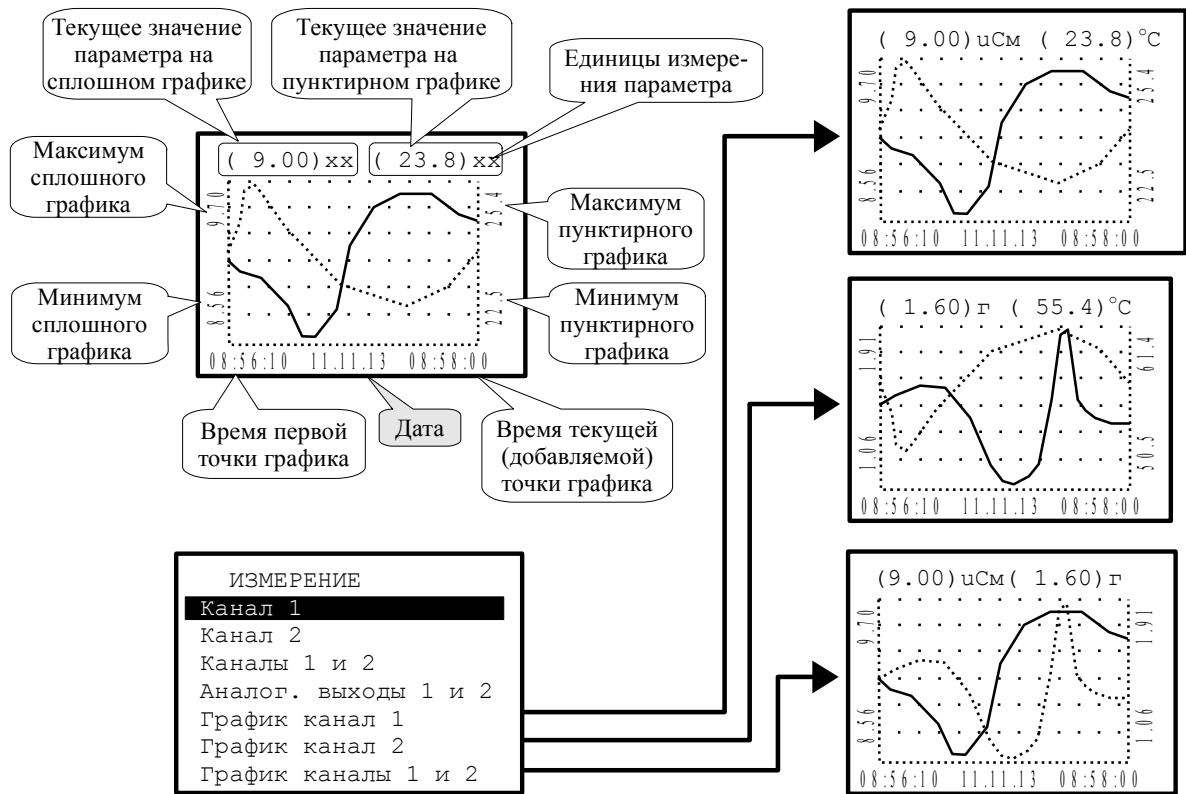

Рисунок 6 - Варианты отображения измеренных параметров в графическом виде
3.3.1.10 **Графики канал 1**, **Графики канал 2**, **Графики каналы 1 и 2** - отображение измеренных параметров в виде графиков (**Рисунок 6**).